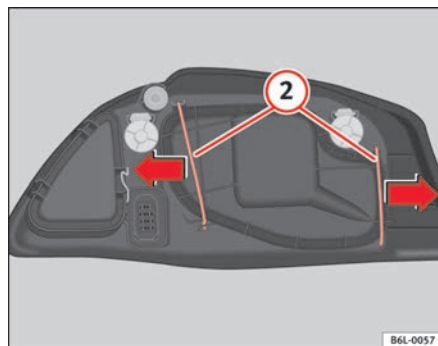

Fig. 142 Lámpara luz de cruce
- Desplace los tirantes (2) ⇒ fig. 142 hacia afuera, en el sentido de las flechas y retire la tapa.
- Coloque la tapa de plástico y coloque los tirantes (2) ⇒ fig. 142.